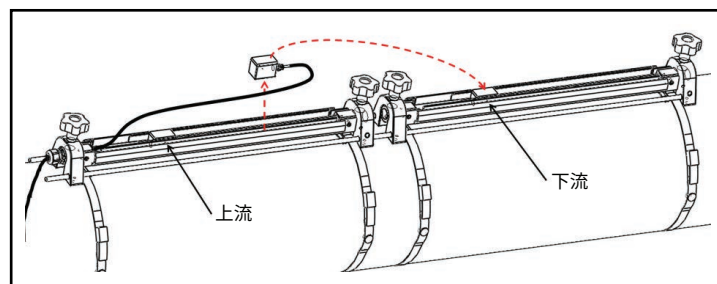

図 16：下流側トランスデューサの移動
- b. 最初の治具から下流側トランスデューサを取り外し（図 16 を参照）、トランスデューサケーブルを外し、ケーブルを 2 個目の治具に配線します。次に、下流側トランスデューサを 2 個目の治具に取り付け、トランスデューサケーブルを再接続します。固体カプラントを使用する場合は、トランスデューサの両面に塗布します。その後、トランスデューサをレールに戻します。